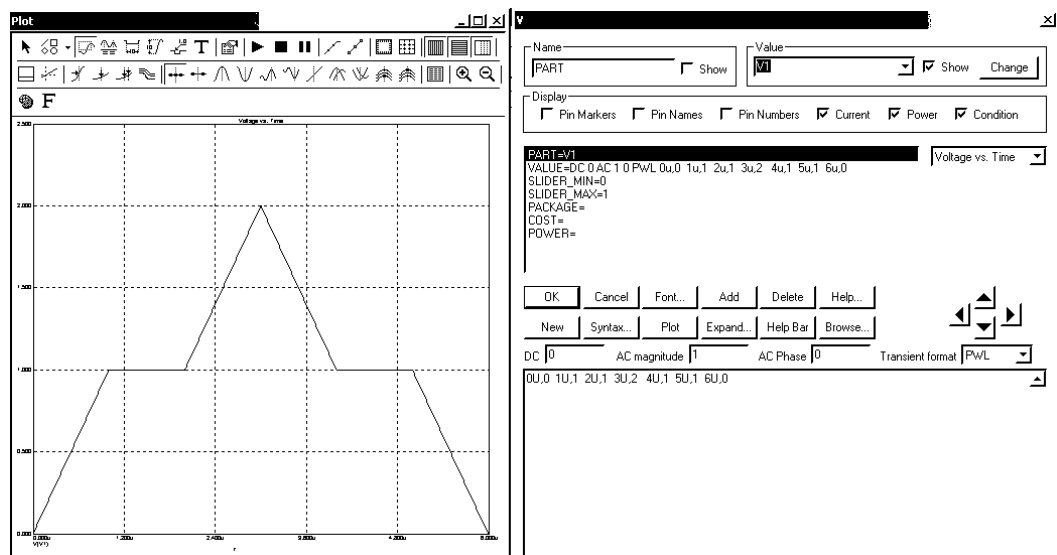

Рис. 3.18. Окно задания независимого источника сигнала в виде кусочно-линейной функции
**Кусочно-линейный сигнал (PWL)** задается координатами точек излома ( $T_i$ ,  $V_i$ ), см. окно задания его параметров с выведенным графиком на рис. 3.18.